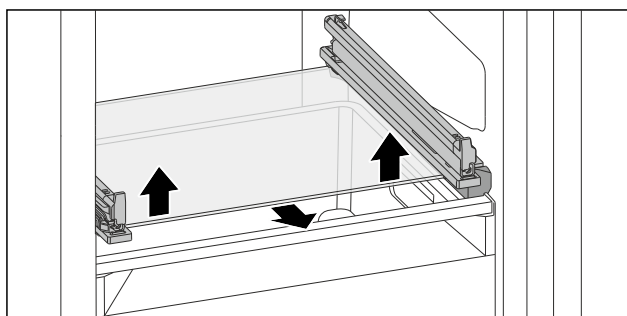

Fig. 199 Glasplatte des abklippbaren Schubfachs
- ▶ Glasplatte von unten beidseitig nach oben drücken. (siehe Fig. 199)